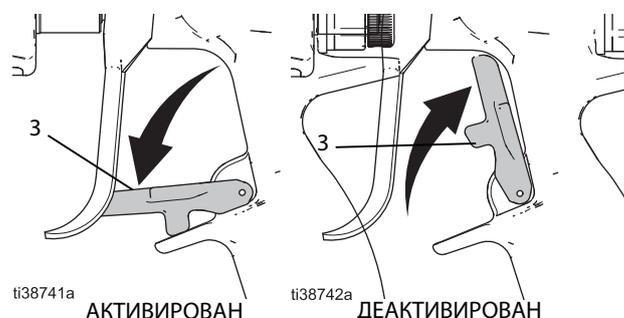

Рис. 12: Положения блокиратора курка
2. Активируйте блокиратор курка (3). См. Рис. 12, стр. 15.
3. Извлеките воздушную головку (8) и сопло (7).
1. Активируйте блокиратор курка (3). См. Рис. 12.
4. Деактивируйте блокиратор курка (3). См. Рис. 12.
6. Активируйте блокиратор курка (3). См. Рис. 12.
7. Если вам кажется, что сопло (7) или шланг подачи материала в краскораспылитель (G) засорены или давление не сброшено полностью: